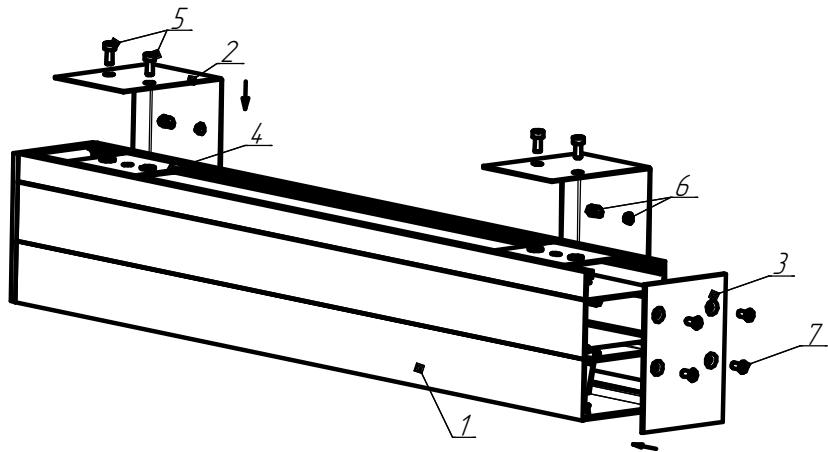

Рисунок 3 - Схема крепления светильника к стене.
5.4. **Установка светильника на стену (см. рисунок 3) :**
5.4.1. Кронштейн для настенного крепления ДПО02 поз.2 (рисунок 3)
установить на стену при помощи саморезов. Затем при помощи винтов поз.5 (рисунок 3) присоединить светильник к кронштейнам.